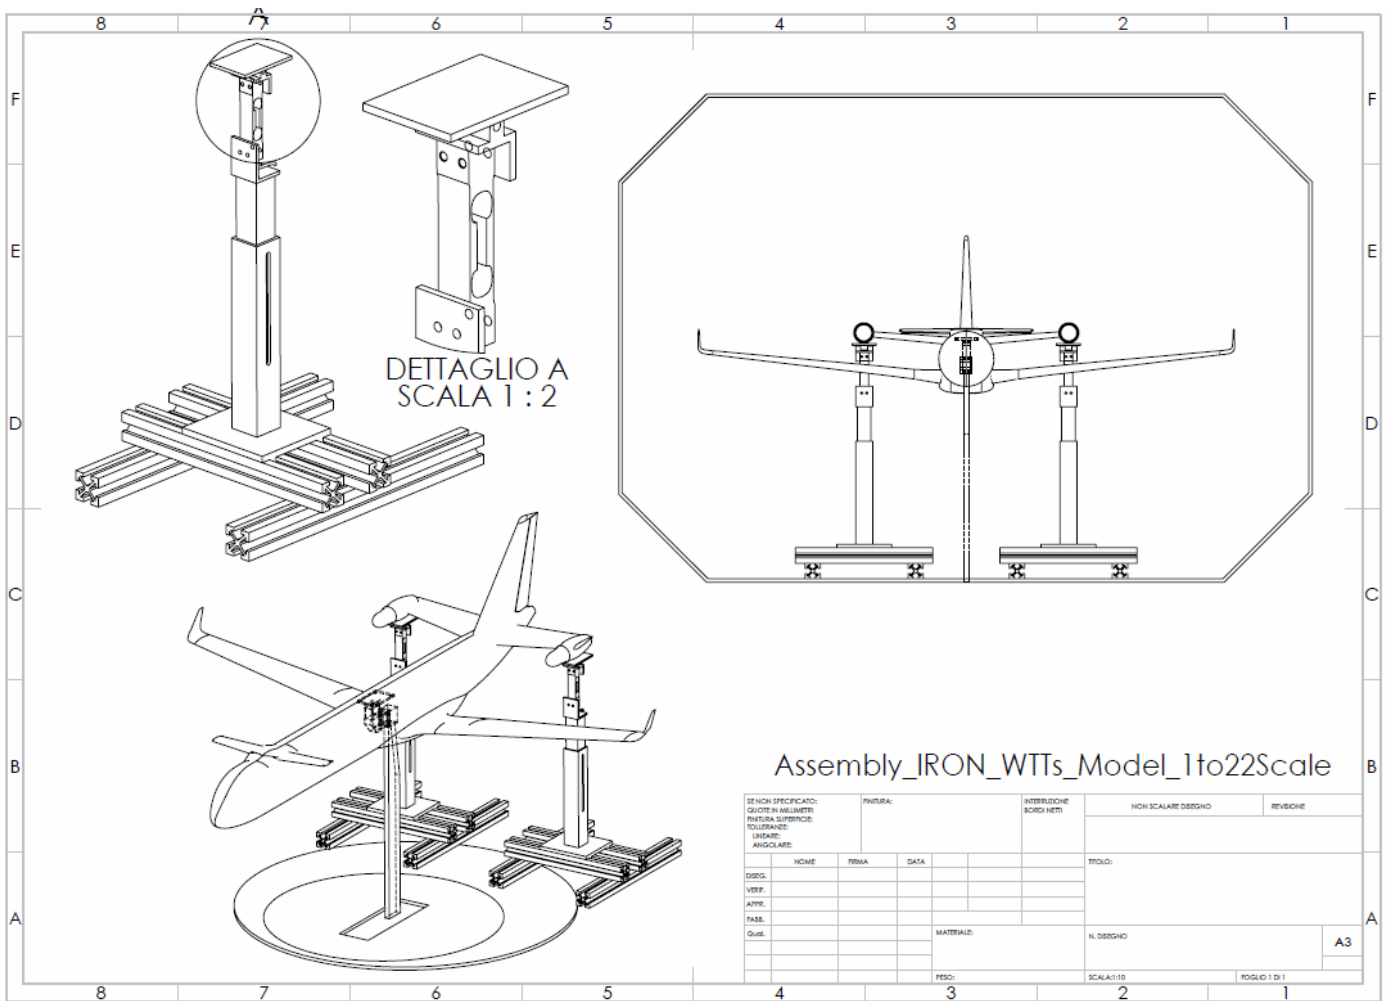

Fig. 3 – Installazione dei supporti in galleria.
6. Realizzazione e messa a punto di una struttura meccanica in profilati di alluminio, incluso supporto all'installazione in galleria del vento, (di cui uno schema provvisorio, non esaustivo ed eventualmente da discutere col fornitore, è riportato in Fig. 3) secondo le seguenti specifiche: